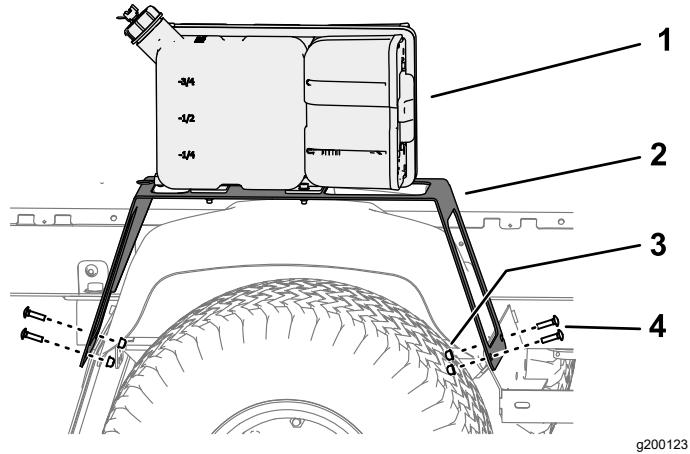

Figura 6
3. Alinee los orificios de la pata delantera del soporte con los orificios del soporte del guardabarros y el guardabarros (Figura 6).
4. Sujete el soporte en el soporte del guardabarros y en el guardabarros con 2 pernos de cuello cuadrado (5/16" x 1/4") y 2 contratuerca con bridas (5/16") como se muestra en Figura 6.
5. Alinee los orificios de la pata trasera del soporte con los orificios del protector contra salpicaduras, el soporte del guardabarros y el guardabarros (Figura 6).
6. Sujete el soporte en el protector contra salpicaduras, el soporte del guardabarros y el guardabarros con 2 pernos de cuello cuadrado (5/16" x 1 1/4") y 2 contratuerca con bridas (5/16") como se muestra en Figura 6.